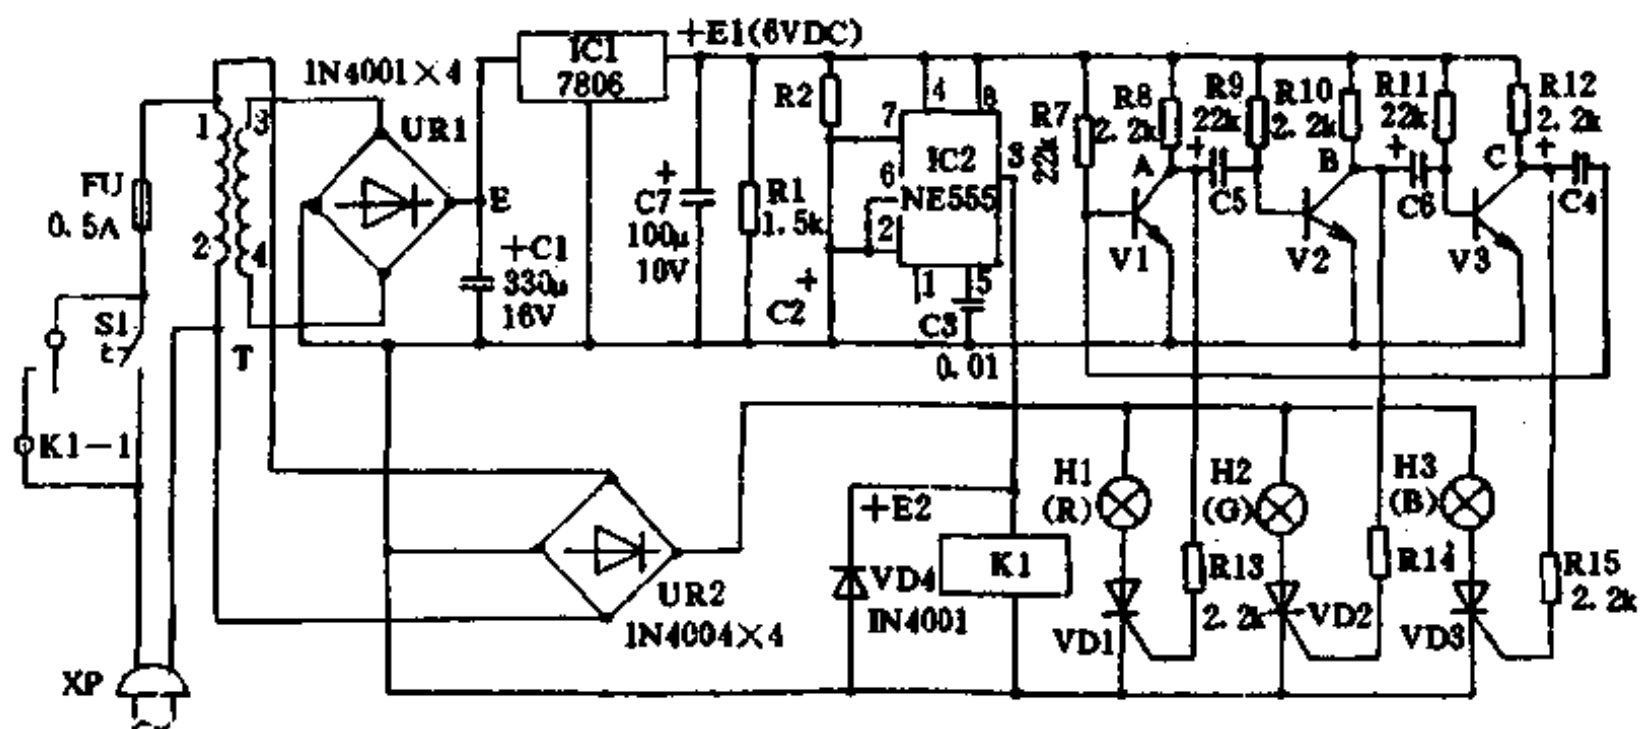

图 1-182
该门铃的原理电路如图 1-182 所示。平时，S1(门铃按钮)和 K 2-1 均处在断位，电路不工作。当有客来访并掀动门口的 S1 时，市电便立刻加在变压器 T 的初级。其中一路经 UR2 整流形成 E2(约 220V DC)，为闪光灯 H1~H3 提供电源；另一路经 T 降压、UR1 整流、C1 滤波、IC1 稳压后形成 E1(6V DC)，为定时器 IC2 和循环驱动器 V1~V3 提供电源。因为原来 C2 已通过 R2、R1 放电，所以 IC2(NE555)②、⑥脚的原始电压为低电位“0”，且不可能突变上升。此时③脚为高电平“1”。于是 K1 吸合，K1-1 接通使引入的市电自保(S1 放开后，电路仍处于通电状态)。E1 加至循环驱动器后，因每管均为“放大器”接法，所以在 E1 出现时便会争相导通。同时，因 V1~V3 是级联负反馈联接，所以它们不可能同时导通。现设 V1 先导通，其集电极 A 点电压迅速下降。由于 C5 上的电压不突变，故而 V2 基极电压 V_{b2} 也随之下降，并使 V2 截止，其集电极 B 点电压上升，通过 C6 使 V3 导通。此时的状态是：V1、V3 导通，V2 截止。于是 B 点的高电位通过 R₁，触发了可控硅 VD2。E2 通过绿色灯泡 H2、导通的 VD2 构成通路，所以 H2 被点亮。A、C 点因 V1、V3 导通是低电位，所以 VD1、VD3 截止，红灯泡 H1 和蓝灯泡 H3 均不发光。上述状态是一种不稳定的暂态，因为此时 E1 将通过 R9→
C5→V1 的 ce 极对 C5 充电,使截止的 V2 管之基极电压 V_{b2} 不断上升。当 $V_{b2} \geq 0.6V$ 时, V2 将由截止变为导通, B 点电压立刻下降, 并使 V3 由导通变为截止, 而 V1 则因 V3 截止, C 点电压上升而继续维持导通状态。此时的状态是: V1、V2 导通, V3 截止。于是 C 点的高电平通过 R6 触发可控硅 VD3 导通, 蓝灯泡 H3(B) 点亮, H1、H2 因 V1、V2 导通, A、B 点低电位而自熄。之后, E1 通过 $R_{11} \rightarrow C6 \rightarrow V3$ 的 be 极对 C6 充电, 使截止管 V3 的基极电压 V_{b3} 上升。当 $V_{b3} \geq 0.6V$ 时, 则 V3 由截止变为导通, 并使 V1 截止, V2 导通。此时的状态是: V1 截止, V2、V3 导通, H1 亮, H2、H3 熄……如此循环, 就使得 H1、H2、H3 轮流闪动。如果将这三个彩灯分别安装在居室、客厅、厨房等经常活动的地方, 那么当客人来访按动 S1 时, 主人便可立刻得知有人在叩门。信号灯 H1~H3 闪动时间的长短, 由定时器 IC2 控制。由图 1-182 可知, IC2 为单稳态电路。当按下 S1 使 K1 吸合自锁之后, IC2 即进入暂态, 定时电容 C2 便由 E1 通过 R2 被充电, 一旦 C2 上建立的电压 $V_{c2} \geq 2/3E1(4V)$ 时, IC2 便立刻由暂态翻转回稳态, ③脚变为低电平“0”, K1 释放, K 1-1 断开, T 初级的电压消失, 于是 H1~H3 停止闪光报讯。
T 选用市售 3W-220V/9V 经济变压器; V1~V3 均为 9013; VD1~VD3 为 BT169 或 MCR-100/6(1A/600V) 单向可控硅, VD4 为 1N4148 或 1N4001; S1 为门铃按钮开关; K1 选用 4098 继电器; H1~H3 分别为 15W 220V 红、绿、蓝色灯泡。当定时(暂态)期(T_d)选为 30s 时, 取 $R2=1.2M\Omega$, $C2=22\mu F$ ($T_d=1.1R2C2$)。取 $C4=C5=C6=33\mu F$, R7、R9、R11 均为 22kΩ 时, 单灯闪动频率约为 2Hz。其它各元件参看图 1-182 标注值(电阻除 R1 为 0.5W 外, 其余均取 0.125W)。